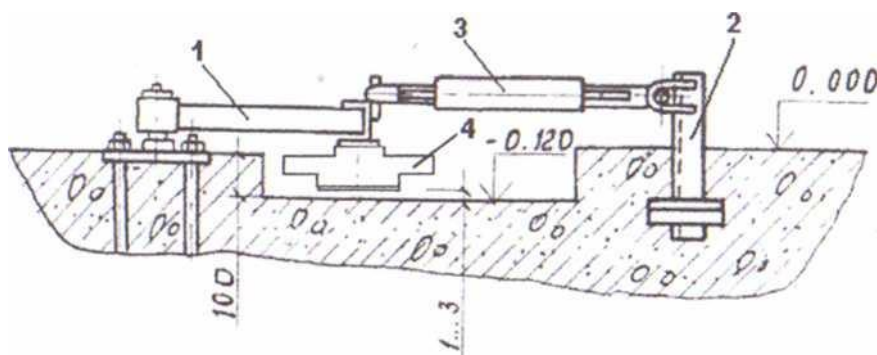

Рис. 4
4.4.2. Натяжное устройство (Рис. 4) состоит из звездочки 4, рычага 1, стойки 2, натяжного винта 3. Натяжение происходит при помощи винта, который крепится за петли рычага и стойки.